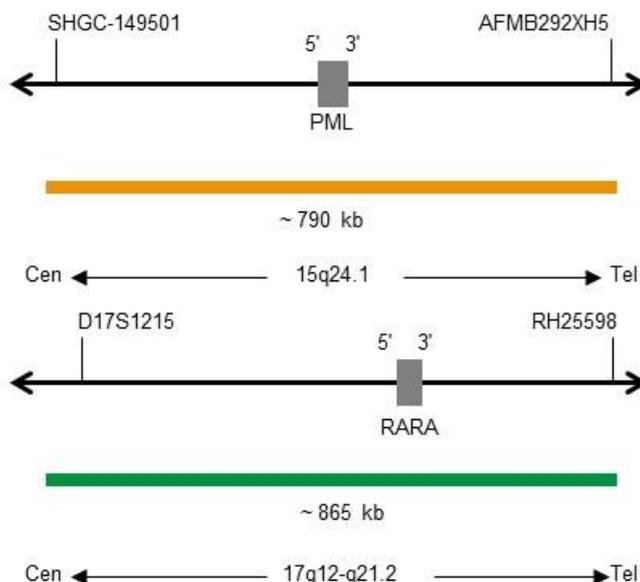

Fig. 1: Arriba: SPEC PML Mapa de la sonda; abajo: SPEC RARA Mapa de la sonda (no está a escala)
- Polinucleótidos marcados en verde (excitación a 503 nm/emisión a 528 nm) ZyGreen (~12,0 ng/ μ l), dirigidos a secuencias localizadas en 17q12-q21.2* (chr17:37,953,503-38,818,030) (ver Fig. 1).
- Polinucleótidos marcados en naranja (excitación a 547 nm/emisión a 572 nm) ZyOrange (~6,0 ng/ μ l), dirigidos a secuencias localizadas en 15q24.1* (chr15:73,910,690-74,699,298) (ver Fig. 1).